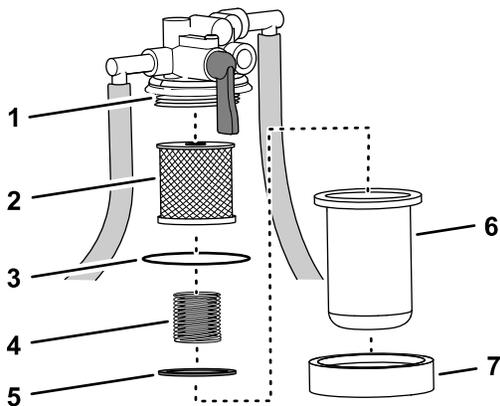

Figura 71
- Coloque um recipiente de escoamento debaixo do recipiente do filtro de combustível, retire a porca do recipiente e retire o recipiente do filtro da cabeça do filtro (Figura 71).
- Monte o elemento do filtro na cabeça do filtro; consulte Figura 71 em Remoção do elemento do filtro (página 58).
- Monte a mola e a flutuação no recipiente do filtro de combustível; consulte Figura 71 em Remoção do elemento do filtro (página 58).
- Monte o recipiente do filtro e a porta do recipiente na cabeça do filtro e aperte a porca à mão; consulte Figura 71 em Remoção do elemento do filtro (página 58).